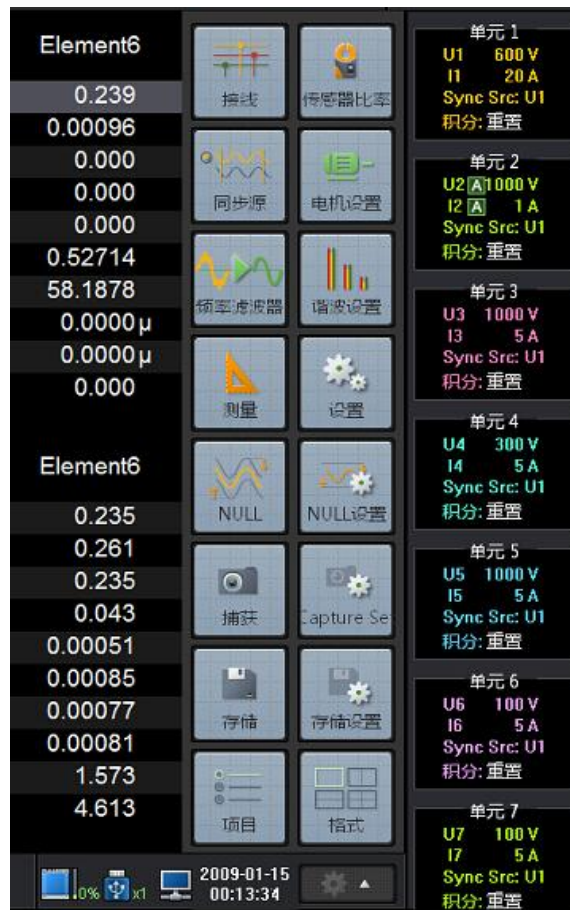

图 3.4 常用设置
- **常用设置。**按下该键显示常用设置界面如图 3.4 所示，便于用户在触摸屏上快速进入常用设置。